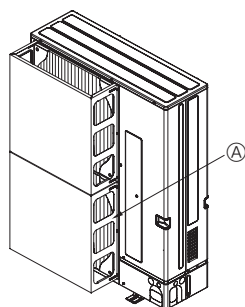

Fig. 2-4
- ② Установите дополнительный воздухопровод, если прибор установлен в месте, где сильный ветер от тайфуна и т.д. может попадать непосредственно в вентиляционную решетку. (Fig. 2-4)